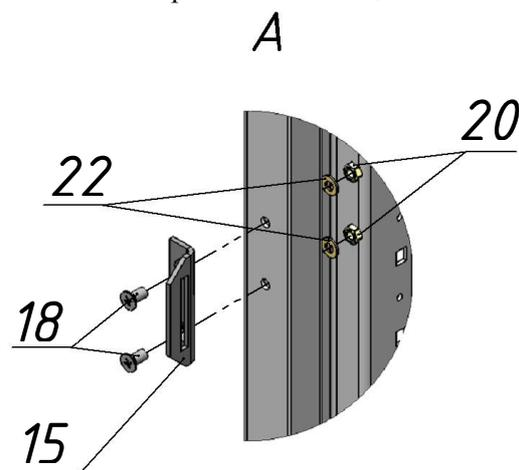

Рисунок 3. Установка зацепа
б) Установите зацепы (15) на замковые стойки (3) основания как показано на рис.3, и закрепите с помощью винтов (18) (головками наружу) с шайбами (22) и гайками (20).